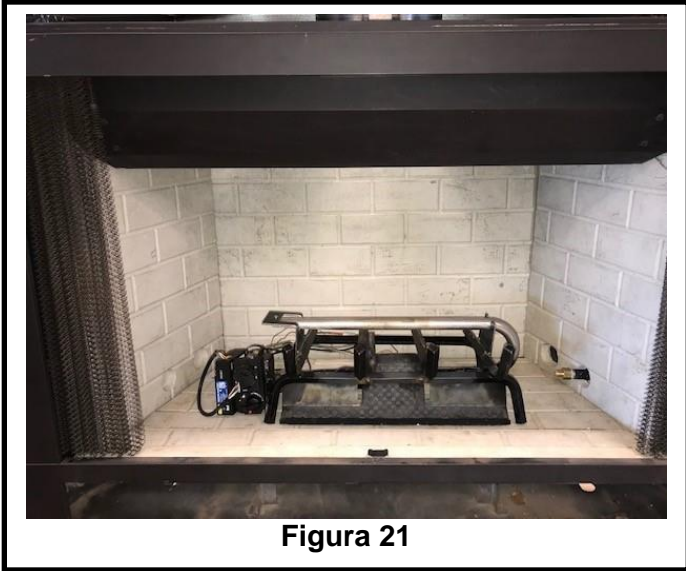

Figura 21
6. Posizionare il bruciatore all'interno del caminetto. Centrare il bruciatore dalla parte anteriore a quella posteriore e da un lato all'altro come mostrato nella Figura 21.